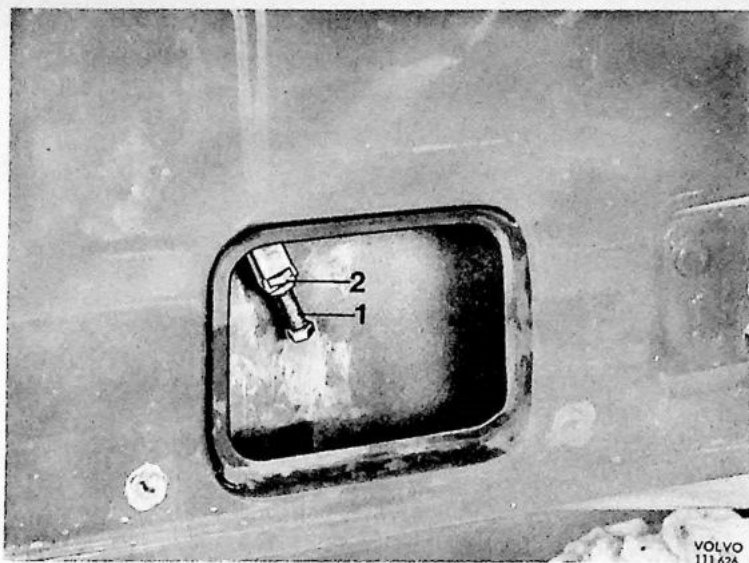

Fig. 7
5. Stel de ruit zó af, dat deze gelijk ligt tegen de afdichtingsstrip op het chassis en controleer of de bovenste positie correspondeert met het frame van het ventilatieruitje. Deze bovenste positie wordt afgesteld d.m.v. een schroef (1, fig. 7), welke verdraaid kan worden, nadat de borgmoer (2) losgedraaid is. De bovenste positie kan omhoog of omlaag gebracht worden door het in- of uitdraaien van de afstelschroef.